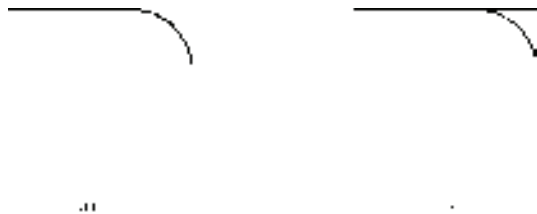

图 4-55 圆角连接
2) 修剪(T): 确定在圆角连接两条边时, 是否修剪这两条边。如图 4-55 所示。